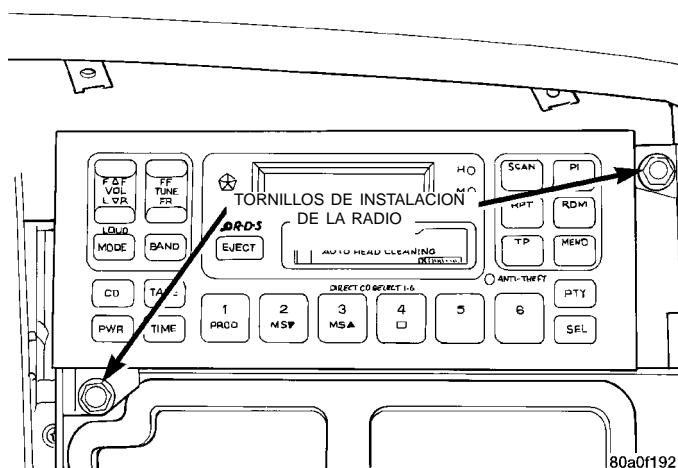

Fig. 3 Desmontaje/instalación de la radio
(5) Retire de la parte delantera de la radio los dos tornillos de instalación que la aseguran al tablero de instrumentos (Fig. 3).